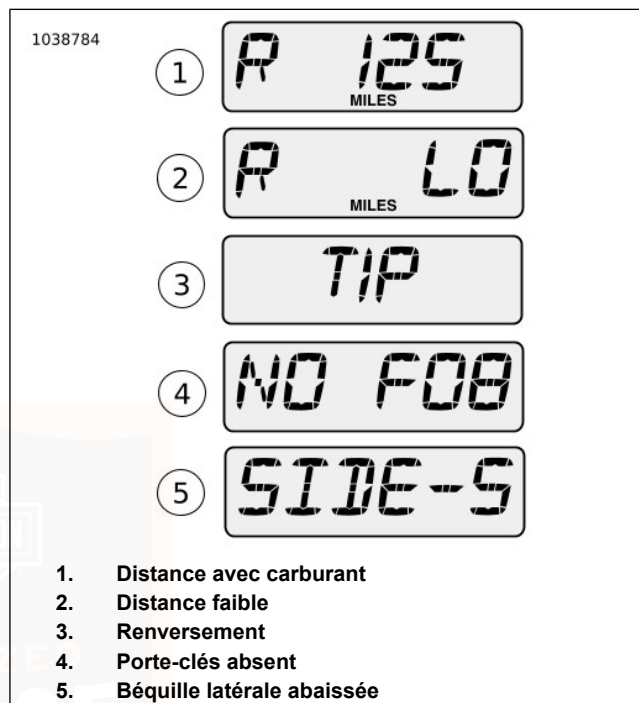

Figure 26. Affichages de la fenêtre du compteur kilométrique
Voir Figure 26. L'affichage de la distance avec carburant (1) indique le kilométrage approximatif pouvant être parcouru avec la quantité de carburant qui reste dans le réservoir de carburant.
Voir Figure 26. Lorsque la distance avec carburant restante atteint environ 10 miles ou 10 kilomètres, le message « R
Voir Figure 26. Si la moto est renversée, le mot « TIP » (3) s'affiche dans la fenêtre du compteur kilométrique. Le moteur ne peut pas démarrer tant qu'il n'est pas réinitialisé.
Voir Figure 26. Si la moto est conduite sans porte-clés, le message « NO FOB » (Porte-clés absent) (4) s'affiche temporairement dans la fenêtre du compteur kilométrique dès que la moto commence à se déplacer.
Voir Figure 26. Sur les modèles internationaux (HDI) un message « SIDE-5 » (5) défile sur l'affichage si une vitesse est engagée sur la moto alors que la béquille latérale est abaissée. Voir AVANT DE CONDUIRE > UTILISATION DE LA BÉQUILLE LATÉRALE (Page 44).